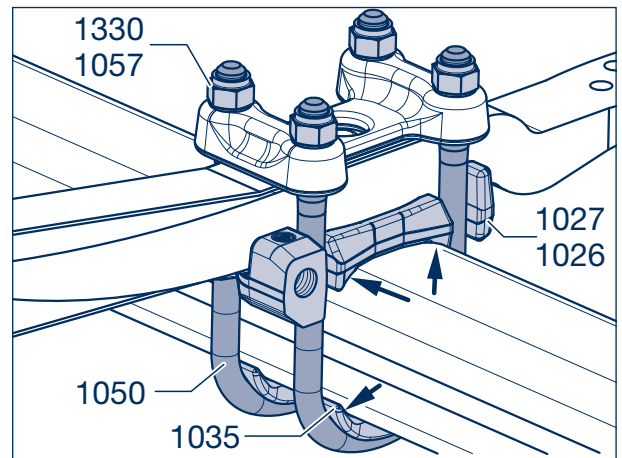

Рисунок 36
- [32] Поочередно затягивать стопорные гайки (1057, размер 32) (1330, размер 36) поочередно для каждой стремянки рессоры (1050)/каждого болта с шестигранной головкой (1053), пока все компоненты не будут равномерно прилегать. (Опорные пластины рессоры (1026, 1027) и плавающие скобы (1035) прилегают у четырехгранных балок оси только на закруглениях к балке оси (рис. 36, стрелки)).